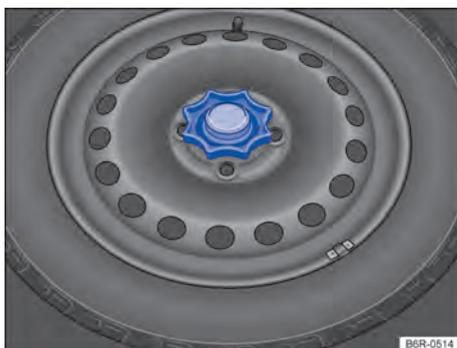

Fig. 118 No compartimento de bagagem: manípulo para fixação da roda de emergência.
- Girar totalmente o manípulo localizado no meio da roda de emergência → Fig. 118, no sentido anti-horário, e remover a roda de emergência.